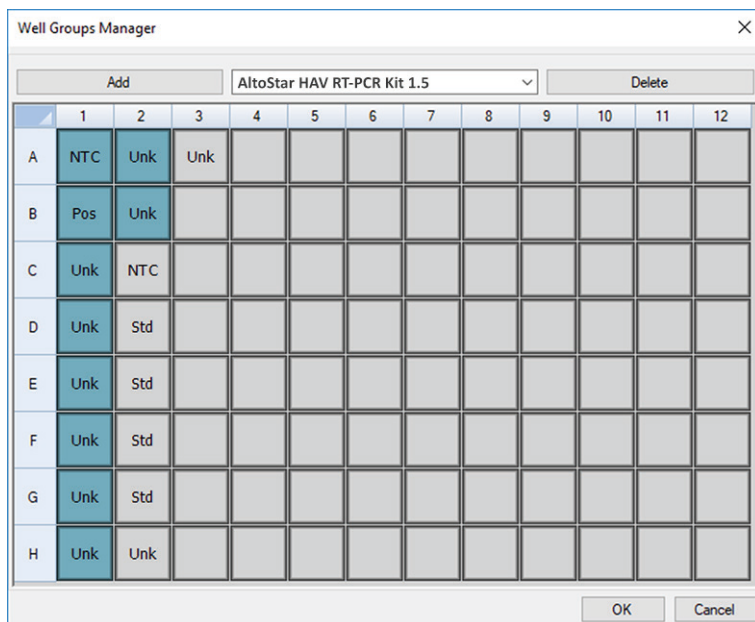

Figura 3: Caixa de diálogo Well Groups Manager (Gestor de Grupos de Poços)
2. Na caixa de diálogo Plate Editor (Editor de Placas), clique em **Well Groups...** (Grupos de Poços...) na barra de ferramentas. É apresentada a caixa de diálogo Well Groups Manager (Gestor de Grupos de Poços) (consulte a figura 3).
5. Selecione todos os poços na área da placa PCR que pertencem ao primeiro ensaio (consulte a figura 3). Os poços que pertencem a um ensaio individual podem ser identificados na caixa de diálogo Plate Editor (Editor de Placas) através da entrada no campo **Biological Set** (Conjunto Biológico).